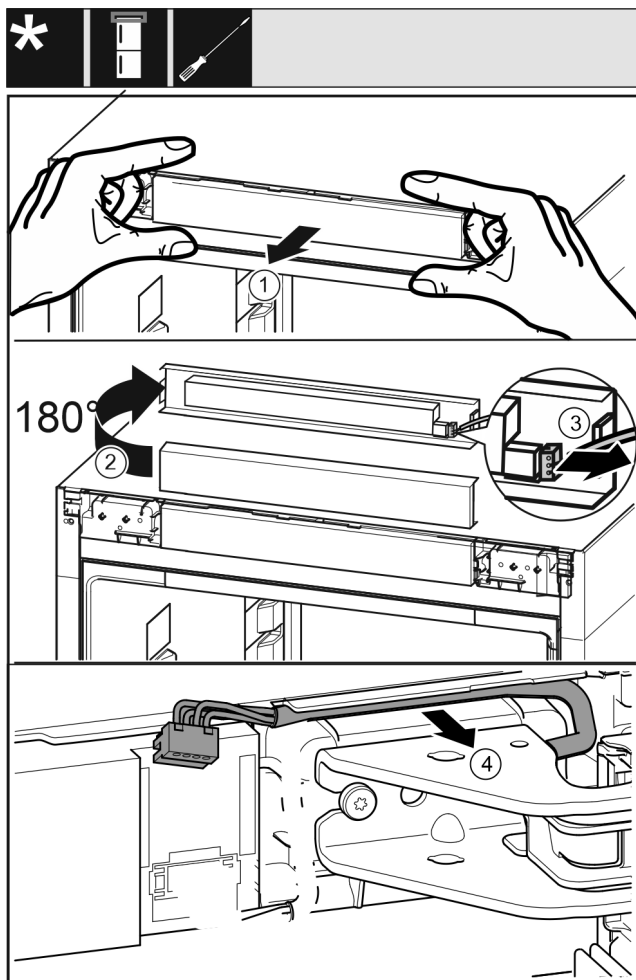

Fig. 8
► Lironi nga përpara me kujdes panelin mbulues të komandimit Fig. 8 (1).
- Rotulloni për lart me 180° panelin mbulues të komandimit Fig. 8 (2).
- Shtypni nga prapa majën e kapjes Fig. 8 (3) dhe tërhiqni spinën jashtë me kujdes.
- Lironi me kujdes kabllon Fig. 8 (4) nga udhëzuesi mbi bazamentin mbështetës.